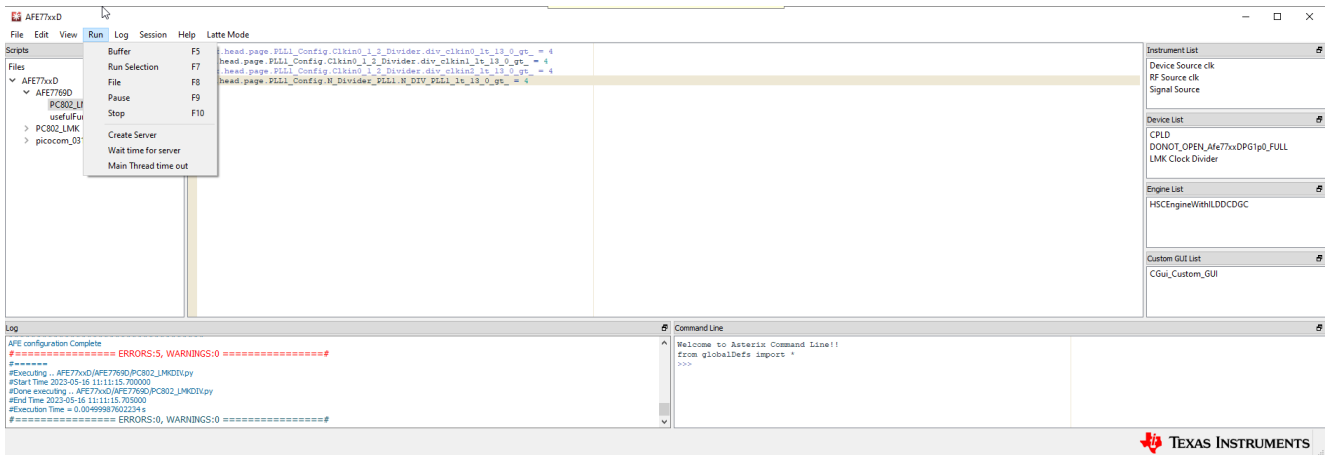

图 3-7. 运行 RNS802 脚本
5. 通过按 F5 或依次点击“Run”>“Buffer”来运行脚本。您应该会在日志窗口中看到一个输出，如 图 3-7 中所示，表明脚本已运行且没有错误。运行该脚本后，如果连接了来自 RNS802 的 122.88MHz 基准，则 LMK_LOCKED LED (D11) 会亮起。